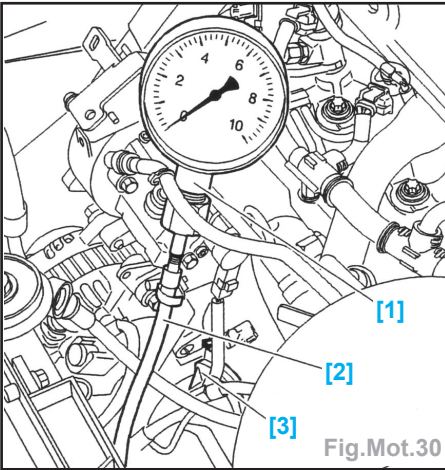

Fig.Mot.30
- Poser l'outil [3] en lieu et place du filtre à huile (Fig.Mot.30).